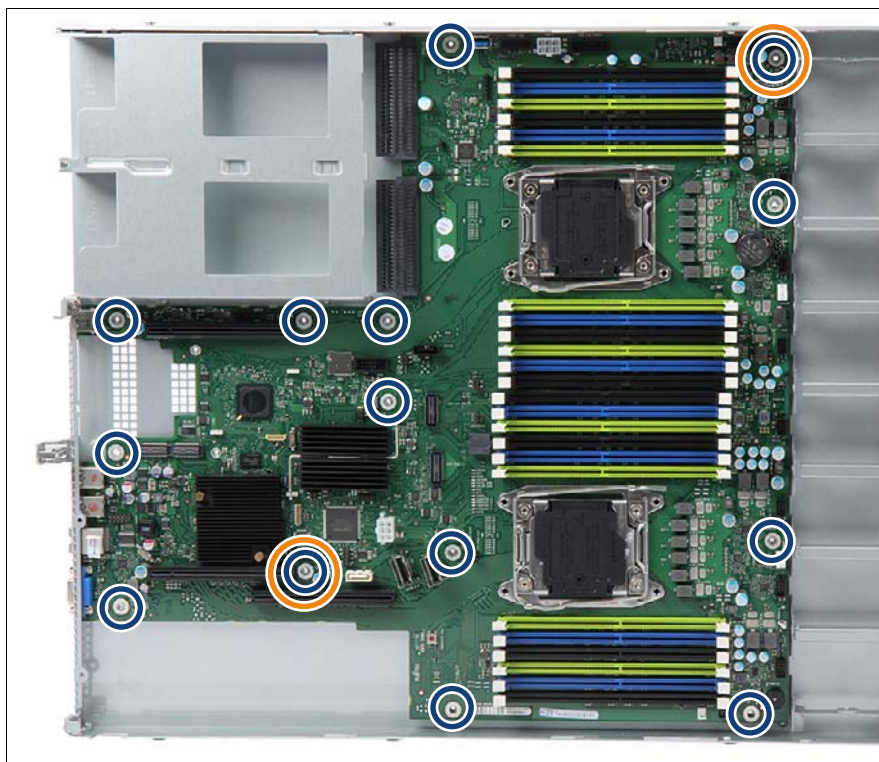

図 240: ネジの位置
- ▶ システムボードを調整します。必要に応じて、そっとひねってシステムボードの位置を調整します（332 ページ の図 240 の図のオレンジ色の丸で囲んだ部分はセンタリングボルトを示します）。
- ▶ システムボードを 14 本のネジで固定します（332 ページ の図 240 を参照。LoM モジュールを取り付ける場合は、図 113 のネジを取り付けます）。